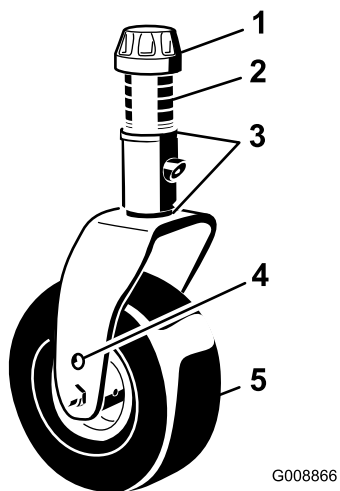

Figure 18
3. Enlevez le chapeau de tension de l'axe de pivot (Figure 18) et sortez l'axe du bras pivotant. Remplacez les 2 cales (3 mm) sur l'axe de pivot comme à l'origine. Ces cales sont nécessaires pour que les plateaux de coupe soient parfaitement de niveau sur toute la largeur. Placez le nombre requis d'entretoises de 13 mm (voir le tableau ci-dessous) sur l'axe de pivot pour obtenir la hauteur de coupe voulue, puis ajoutez la rondelle.